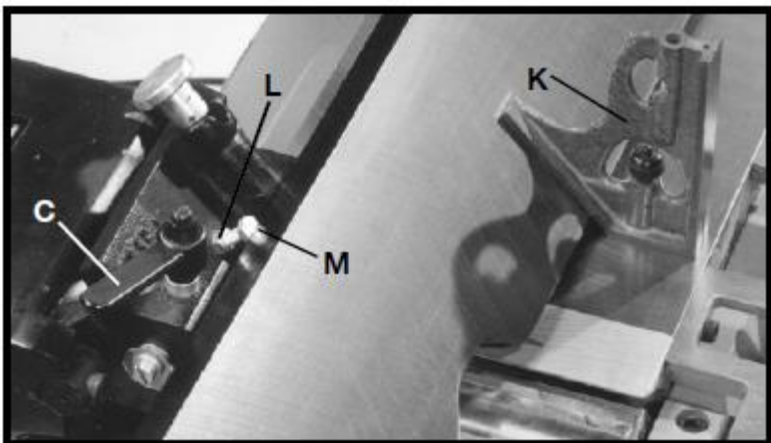

Рис. 34
5. Наклонить параллельный упор как можно дальше вперёд, с помощью комбинированного угольника (К), рис. 34, проверить, составляет ли угол наклона параллельного упора 45° , как показано на рисунке. При необходимости в регулировке ослабить фиксирующую рукоятку (С), рис. 34, контргайку (L), и поворачивать регулировочный винт (М) до тех пор, пока угол наклона параллельного упора со столом не составит 45° . Затем затянуть контргайку (L) и фиксирующую рукоятку (С).